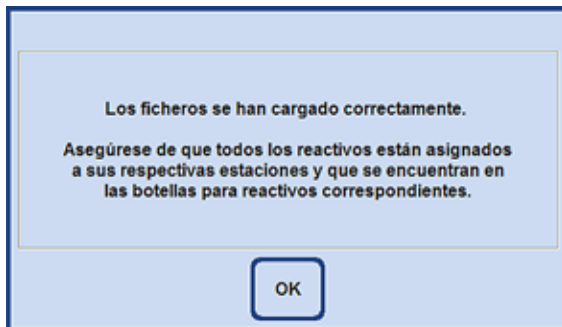

Fig. 120
- Si todos los datos se han cargado correctamente aparece un mensaje de pantalla que lo confirma y solicita comprobar la correcta asignación de los reactivos (fig. 120).